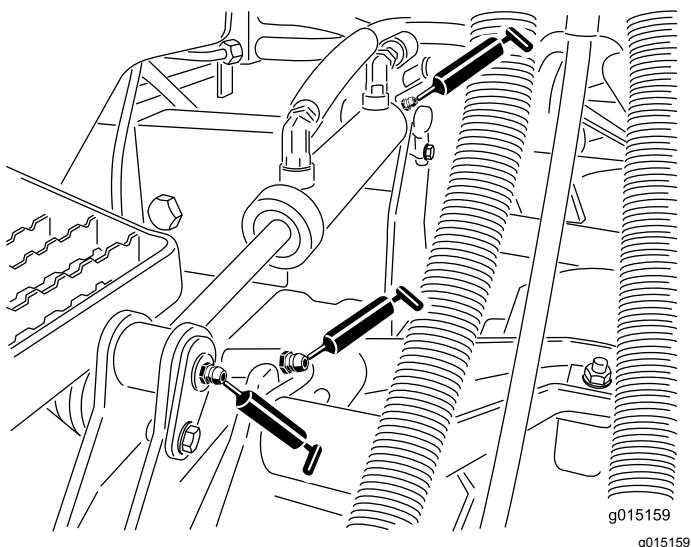

Figura 70
- Casquillos de los cilindros de elevación (2 por unidad de corte) (Figura 70)
- Casquillos de los brazos de elevación (1 por unidad de corte) (Figura 70)